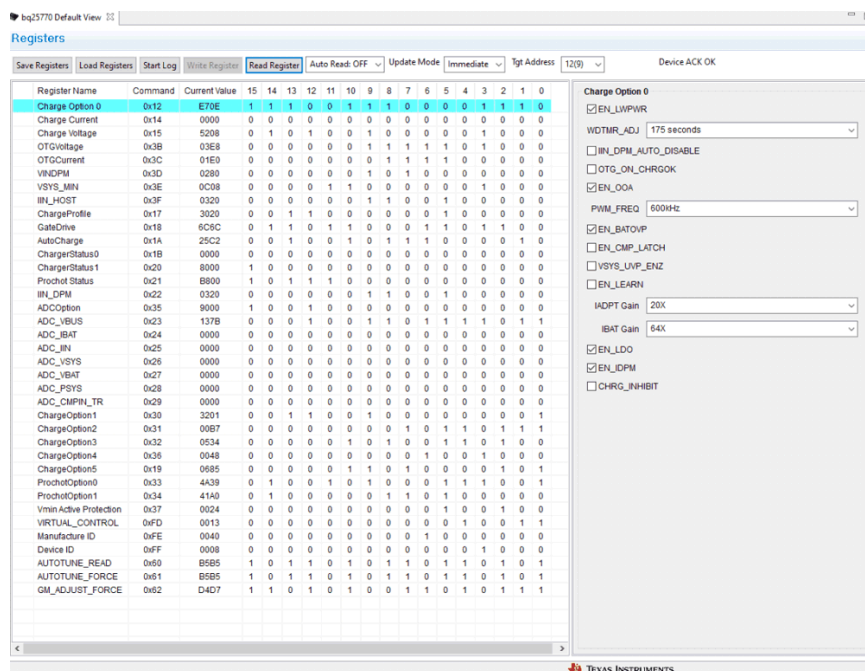

图 2-3. BQ2577xG 评估软件的主窗口
- c. 选择目标器件后，点击 *Read Register* 按钮，此时会显示图 2-3 中的界面。窗口右上角出现 *Device ACK OK* 指示通信成功。